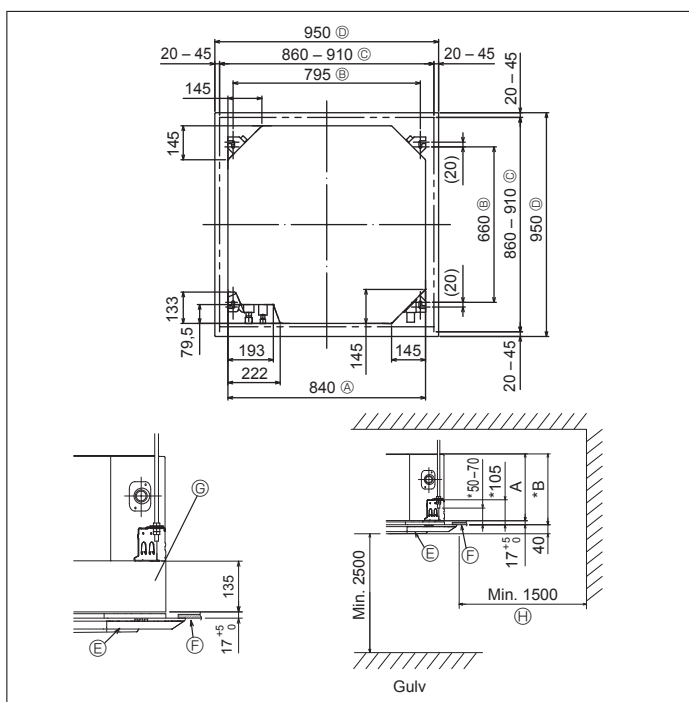

Fig. 3-2
④	Bånd (stort)	8
⑤	Bånd (lite)	1
⑥	Avløpsmuffe	1
⑦	Isolasjon	1
3.2. Takåpninger og installasjonssteder for opphengsbolt (Fig. 3-2)
* Dimensjonene på takåpningen kan reguleres innenfor området vist i Fig. 3-2; så sentrer hovedenheten i åpningen i taket, mens du påser at de respektive motsatte sidene på alle sider av klaringen mellom dem blir identiske.